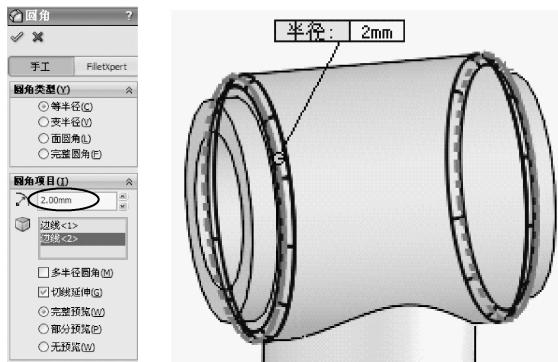

图1-83 创建圆角特征
- 11 单击【圆角】按钮，选择阀体工作部分（前面创建的2个拉伸加特征和2个减特征）的边线，创建出圆角半径为【2】的圆角特征，如图1-83所示。